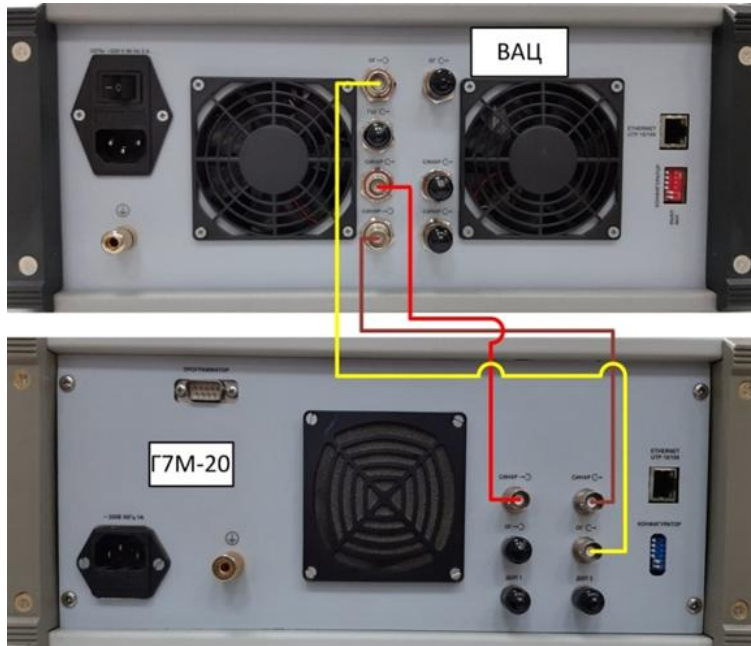

Рис. 5. Подключение синхронизации ВАЦ и гетеродина
5. Настройте синхронизацию. Для этого на задней панели ВАЦ P4226 и синтезатора частот Г7М соедините входы и выходы синхронизации. Соедините выход опорного генератора Г7М и вход опорного генератора ВАЦ (рис. 5);